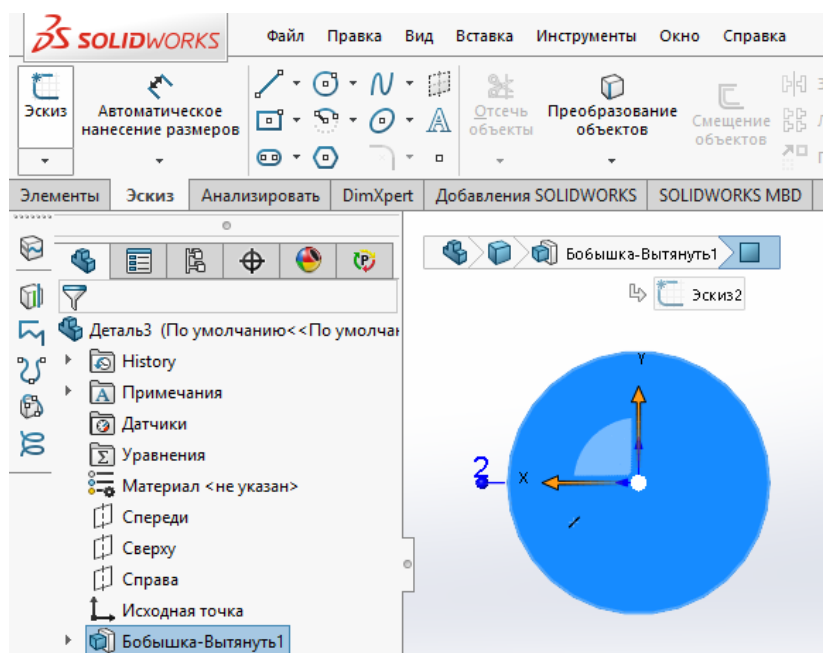

Рисунок 8 – выбор задней грани
10. Выбрать вид сзади на панели свойств видов (см. п. 4) или нажать Ctrl+2. Выбрать в качестве рабочей плоскости заднюю грань и войти в режим эскиза. Рисунок 8.